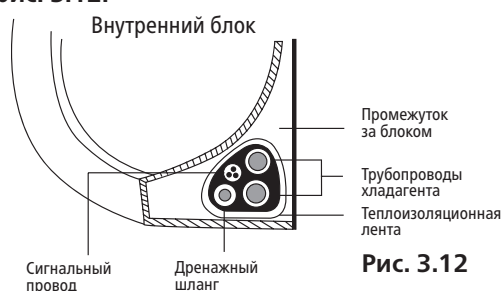

Рис. 3.12
1. Обвяжите дренажный шланг, трубы хладагента и сигнальный кабель, как показано на **рис. 3.12**.
3. С помощью теплоизолирующей ленты плотно свяжите вместе сигнальный провод, трубы хладагента и дренажный шланг. Повторно проверьте, что комплект связан, как показано на **рис. 3.12**.